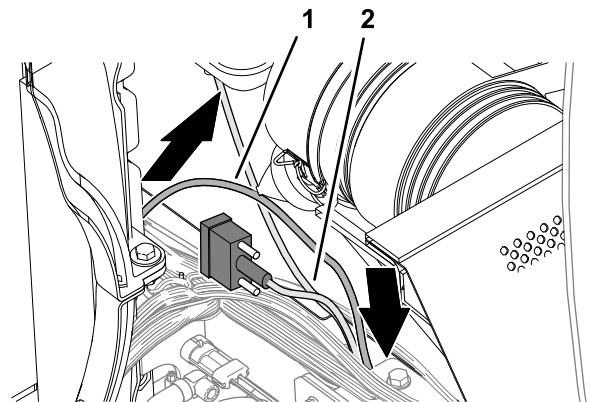

**Figura 162**
5. En la parte trasera del radiador, enrute el cable de datos del módem hacia arriba (Figura 162).